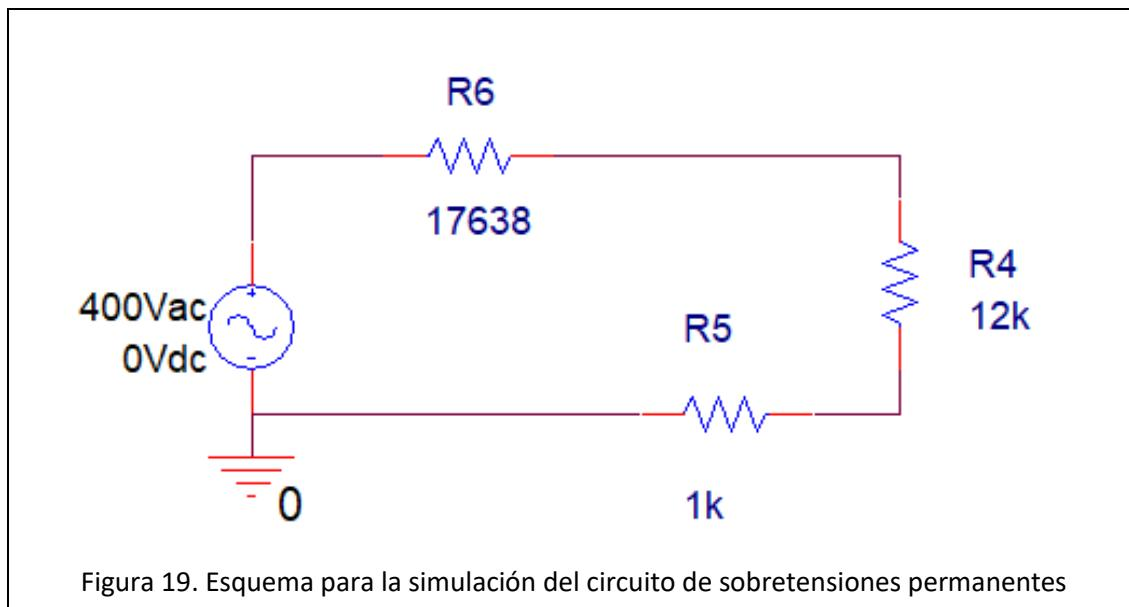

Figura 19. Esquema para la simulación del circuito de sobretensiones permanentes
- Esquema de sobretensión permanente: En esta simulación se utilizó el esquema que se aprecia en la Figura 14. Se ha suprimido el transformador. En su lugar se ha colocado una fuente de tensión que otorga la misma tensión de salida. También se ha sustituido la bombilla por su resistencia equivalente. El esquema utilizado es el de la Figura 19.